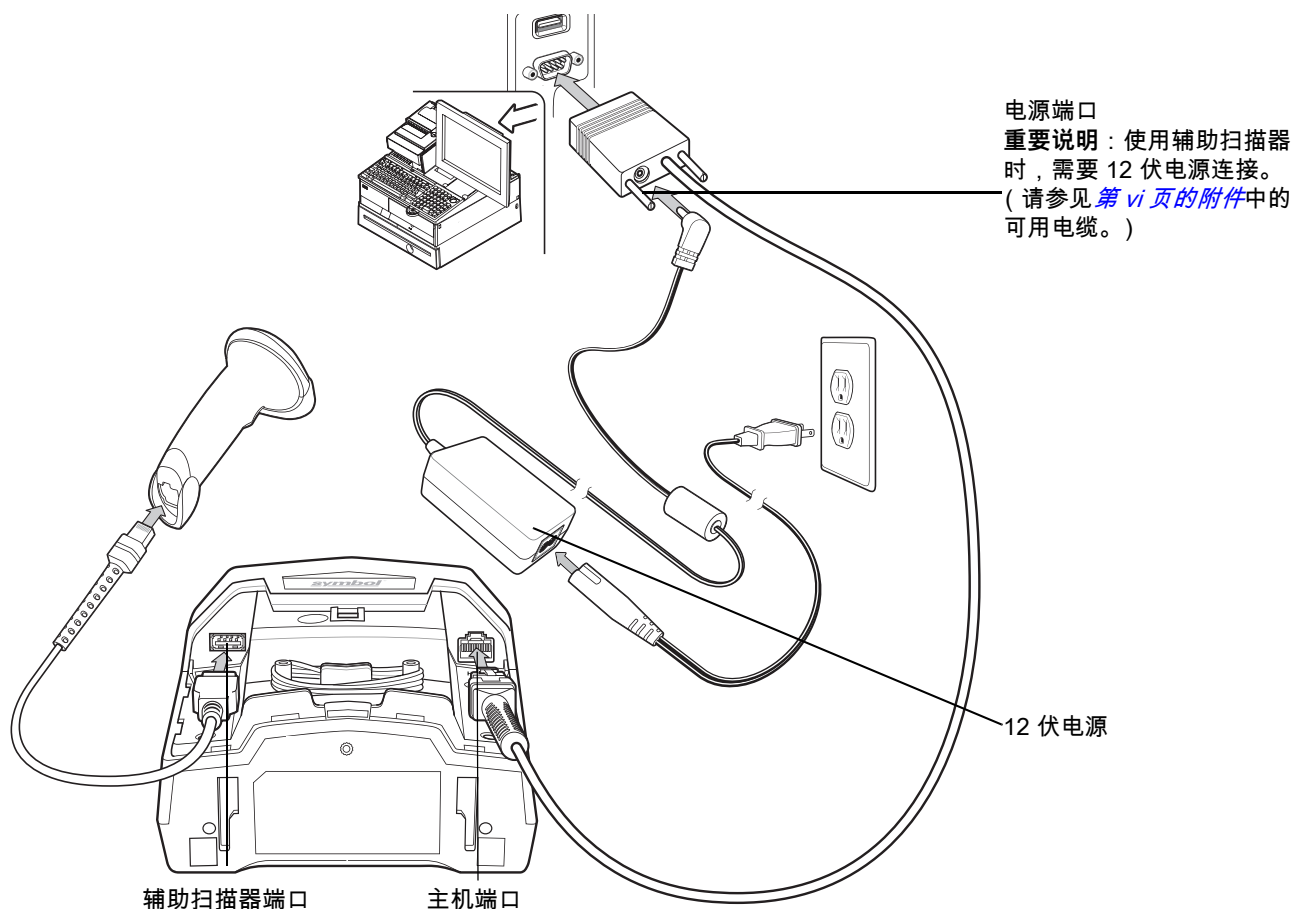

图 8-2 带辅助扫描器的 RS-232 连接—外部供应 12 伏电源
- b. 将 12 伏外部电源连接到 12 伏 Power Plus 主机连接器，如图 8-2 中所示。